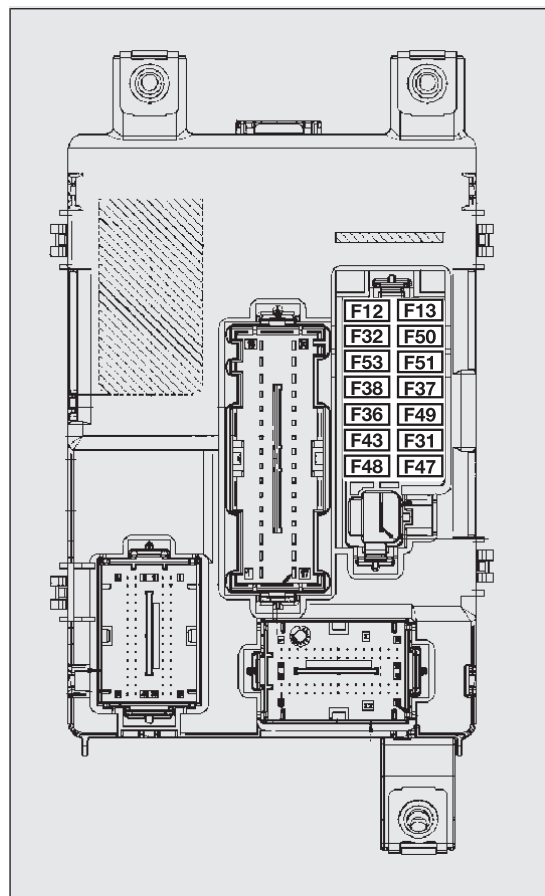

fig. 164
Los fusibles se encuentran en las dos cajas portafusibles como se muestra en fig. 164.
**DISPOSITIVO PROTEGIDO - fig. 164**
## DISPOSITIVO PROTEGIDO - fig. 164